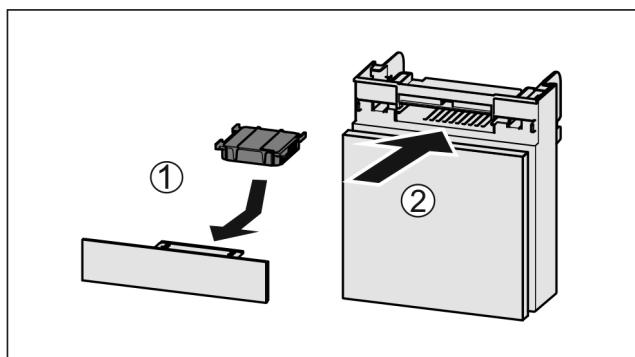

Fig. 73
- Поставете Fig. 73 (1) филтъра с активен въглен, както е показано на фигурата.
- Вкарайте Fig. 73 (2) отделението.